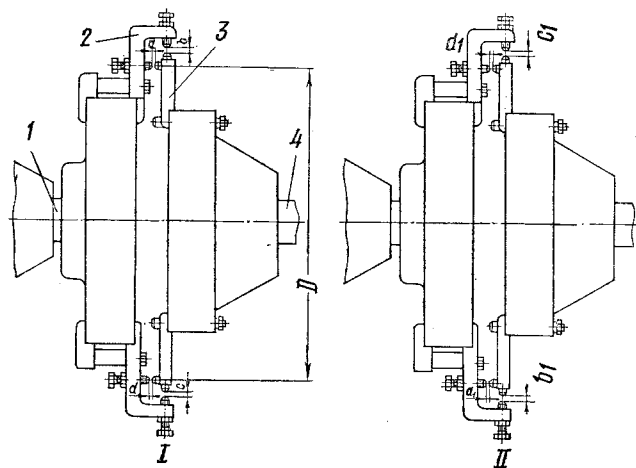

Рис. 97. Схема установки стрел для центрирования вала дизеля с валом агрегата приводимого:
2. Установите на соединительную муфту стрелы 2 и 3 для центрирования дизеля (рис. 97, 1); повернув валы, установите стрелы в вертикальной плоскости.
положения регулировочных болтов, шупом замерьте полученные в новом (см. рис. 97, II) положении зазоры.